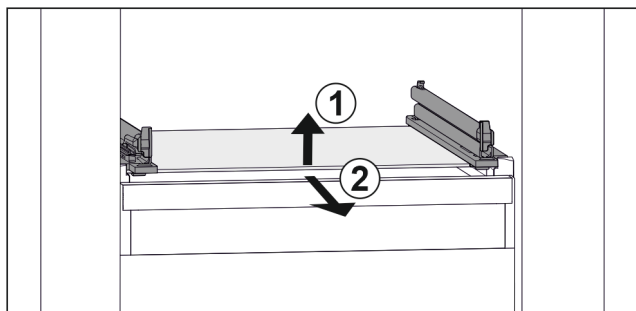

Fig. 160 Representación de la placa de vidrio a modo de ejemplo
- ▶ Levante la placa de vidrio por delante. Fig. 160 (1)
- ▶ Retire la placa de vidrio hacia delante. Fig. 160 (2)